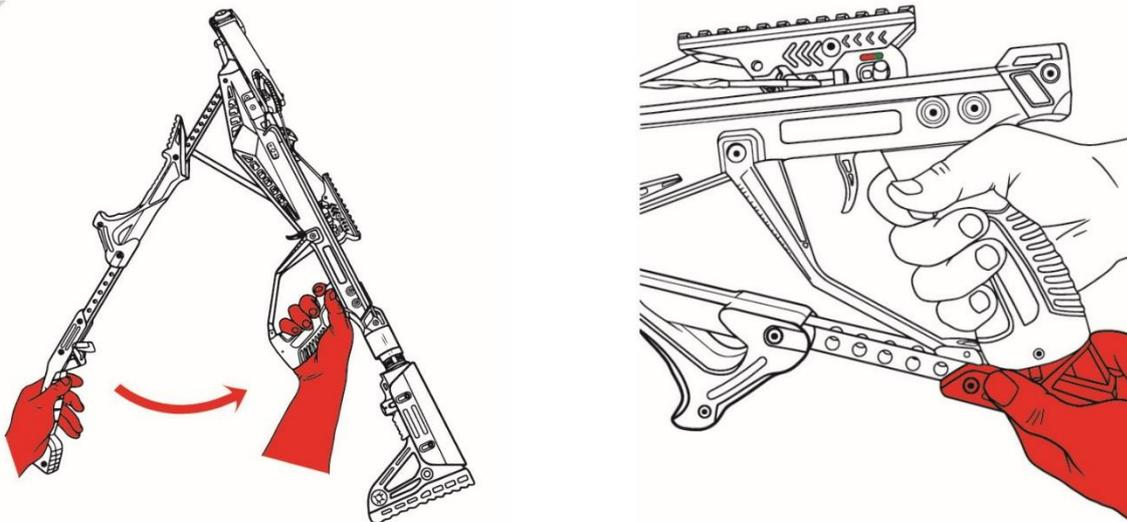

Рис.10
6. С усилием, но плавно верните рычаг взвода назад в первоначальное положение, чтобы запереть рычаг взвода и завершить взвод арбалета. Фиксатор рычага взвода должен прочно сцепляться с pistolной рукояткой с характерным щелчком (Рис.10). (Если фиксатор рычага взвода не сцеплен с рукояткой не пытайтесь взводить или стрелять).